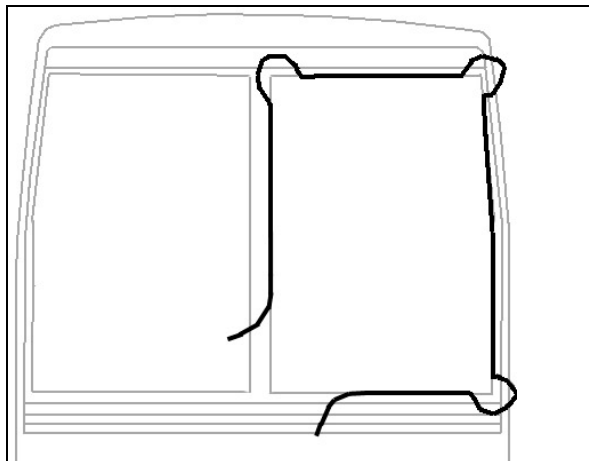

FIGURE 15 : INSTALLATION DU PARE-BRISE À L'AIDE D'UNE CORDE
- Insérer une corde dans la pièce extrudée en laissant assez de longueur à chaque extrémité pour faire une boucle. Vaporiser de l'eau savonneuse sur la corde et la pièce extrudée en caoutchouc (Figure 15).